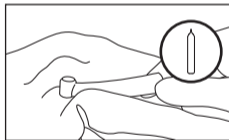

Fig. 15
- 4 Essuyez l'extérieur de la pièce à main et de la clé à l'aide d'un chiffon humidifié avec un désinfectant ou de l'éthanol à une concentration de 60-90 %. (Fig. 15)